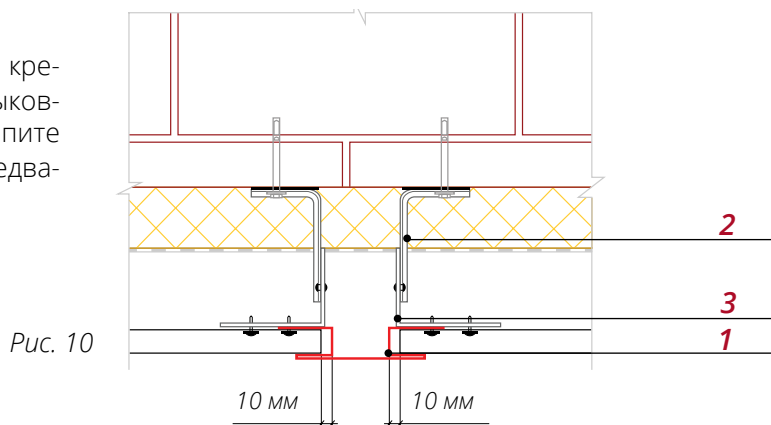

Рис. 10
■ Закрепите два крепежных кронштейна **2** и крепежные профили **3** в месте предполагаемой стыковки рядов сайдинга, как показано на рис. 10. Закрепите Планку Н-образную **1** на крепежные профили, предварительно выставив ее по уровню.